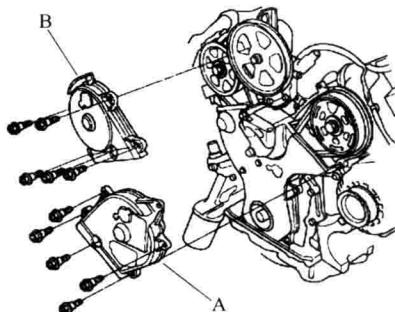

图 1-1-6 正时皮带前部上盖 A 和后部上盖 B
7. 拆卸正时皮带前部上盖 A 和后部上盖 B（图 1-1-6）。